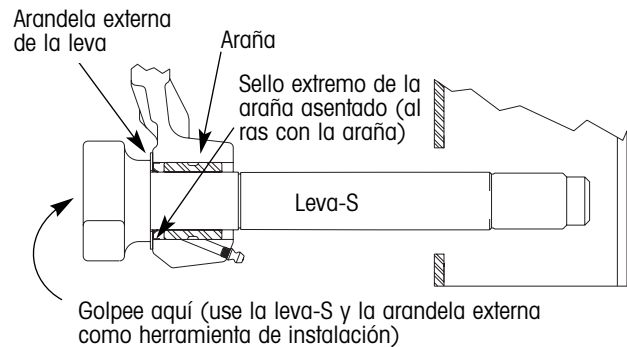

Figura 20. Técnica de instalación del sello externo de la araña
8. Asiente el sello externo de la araña (número 4, figura 8) en la araña golpeando en la cabeza de la leva-S con un martillo (figura 20). Golpee hasta que el sello esté al ras con la araña.